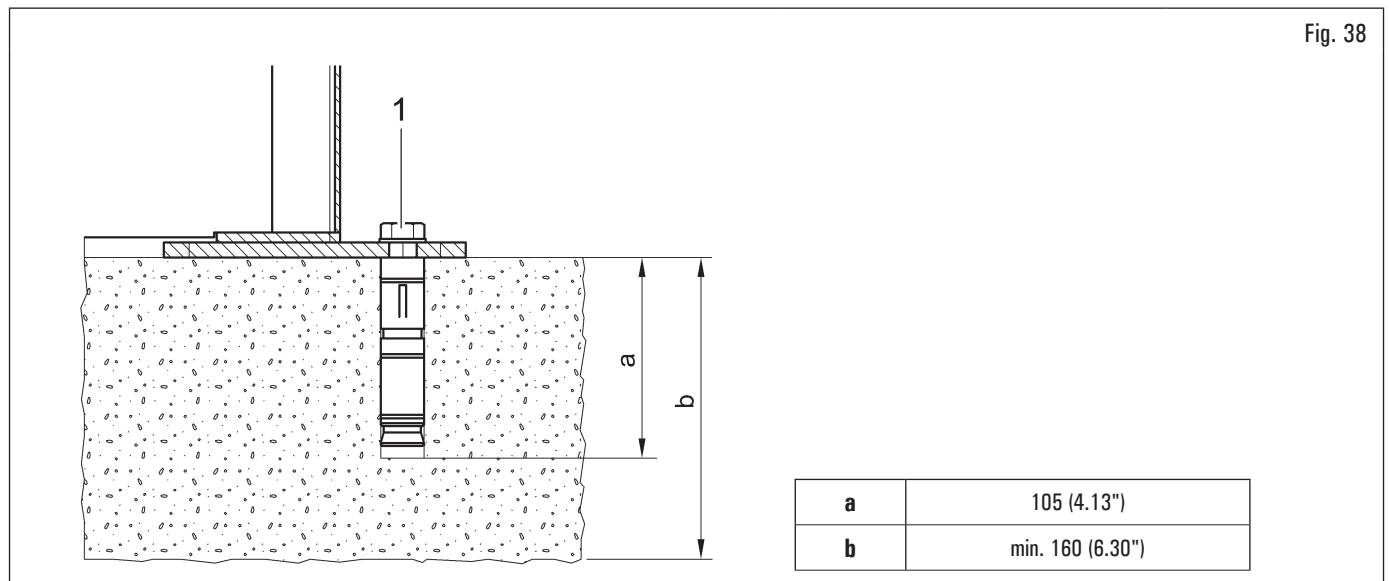

Fig. 38
L'apparecchiatura imballata è fissata al pallet di supporto per mezzo di fori sul telaio indicati nella figura sottostante. Tali fori devono essere utilizzati anche per il fissaggio della stessa al pavimento, utilizzando ancoranti per calcestruzzo idonei (non inclusi). Prima del fissaggio al calcestruzzo, controllare che tutti i punti di ancoraggio siano in piano, livellati e in contatto con il pavimento. Se così non fosse, spessorare tra l'apparecchiatura e il pavimento, come indicato in Fig. 38.
- Per il fissaggio dell'apparecchiatura a terra, utilizzare bulloni e perni di ancoraggio (Fig. 38 rif. 1) aventi un gambo filettato M8 (UNC 5/16) di tipo adatto al pavimento sul quale verrà fissata l'equilibratrice e in numero pari al numero dei fori di montaggio sul telaio di fondo;